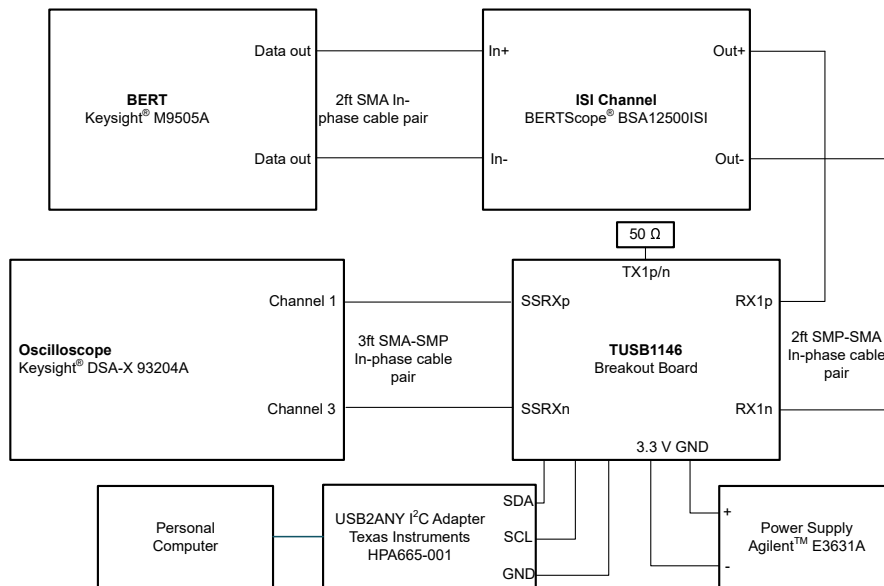

图 2-1. 眼图测试设置图
1. 配置图 2-1 中的硬件设置。对于“无 EQ”配置，请从通道路径中移除 TUSB1146，并连接其余器件。